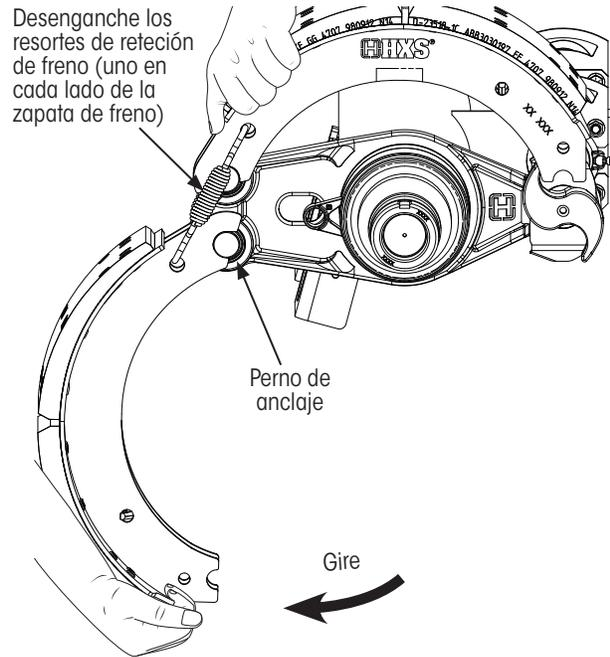

Figura 4: Remoción de resorte de retención de frenos
4. **Gire** la zapata de freno inferior, como se muestra en la Figura 4, para que pivotee en el perno de anclaje.
5. **Desenganche** los dos resortes de retención (Figura 4).